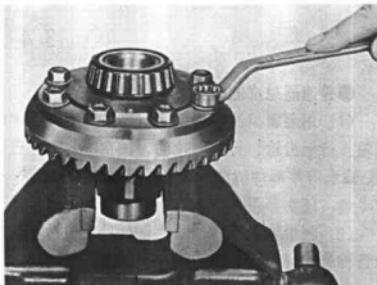

图 13-16
(16) 用扳手松开从动齿轮与差速器壳8个连接螺栓，取出从动齿轮(图13-16)。